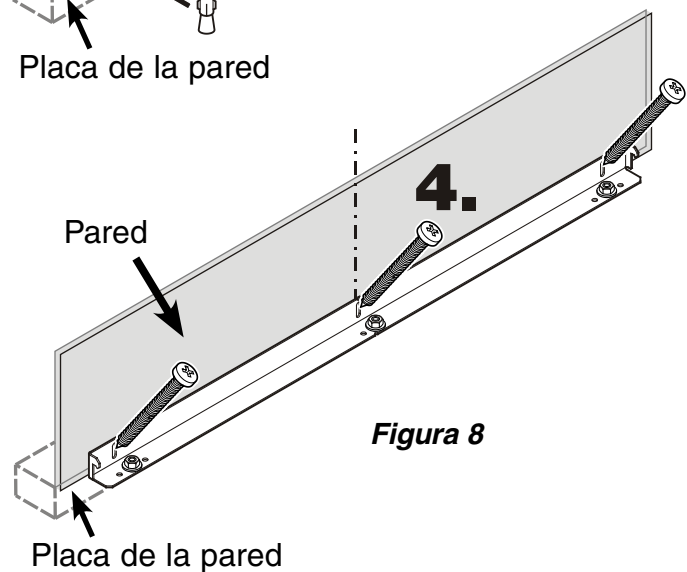

Figura 8
4. Fije la escuadra con 3 tornillos (1/4" x 2-1/8") a la placa de la pared (**Figura 8**).